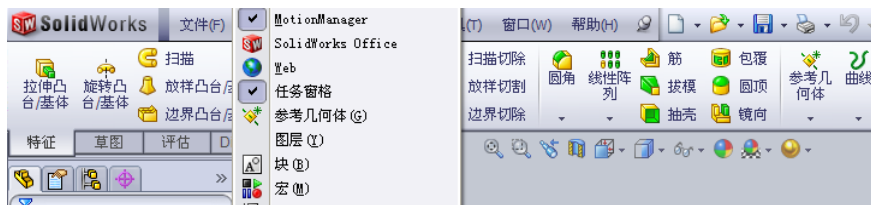

图 1-22 “工具栏”快捷菜单
① 执行命令。在操作界面的工具栏中单击鼠标右键，系统会出现设置工具栏的快捷菜单，如图 1-22 所示。
② 设置工具栏。单击需要的工具栏，前面复选框的颜色会加深，则操作界面上会显示选择的工具栏。